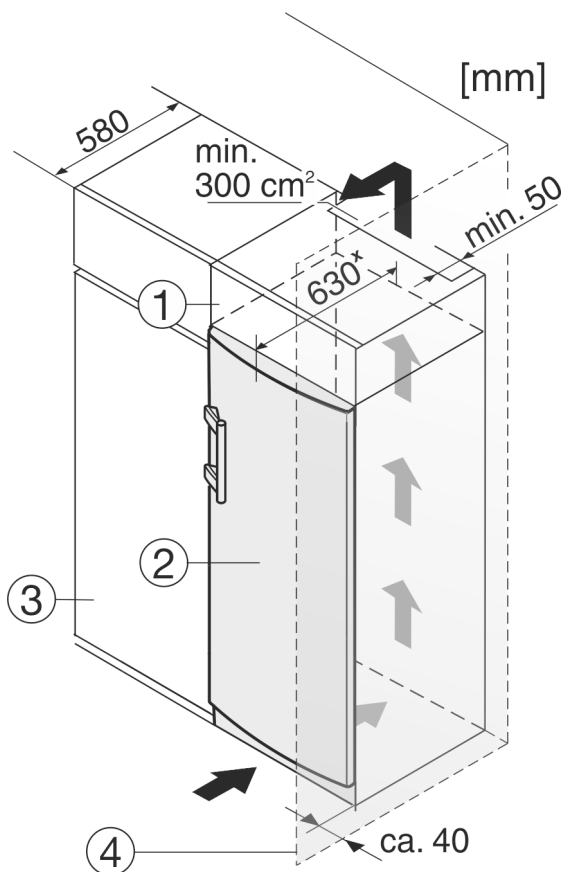

Fig. 10
- (1) Nadstavná skrinka (3) Kuchynská skriňa
(2) Zariadenie (4) Stena
Zariadenie môže byť zabudované medzi kuchynskými skriňami. Aby sa zariadenie Fig. 10 (2) prispôbilo výške kuchynskej linky, môže sa nad zariadením umiestniť nadstavná skrinka Fig. 10 (1).
Pri vstavaní s kuchynskými skriňami (hĺbka max. 580 mm) je možné zariadenie inštalovať priamo vedľa kuchynskej skrine Fig. 10 (3). Zariadenie vyčnieva nabok 34 mm * a v strede zariadenia 50 mm * oproti prednej časti kuchynskej skrine.
Ak je zariadenie umiestnené so zavesením vedľa steny Fig. 10 (4), vzdialenosť medzi zariadením a stenou musí byť minimálne 40 mm. To zodpovedá presahu držadla pri otvorených dverách.